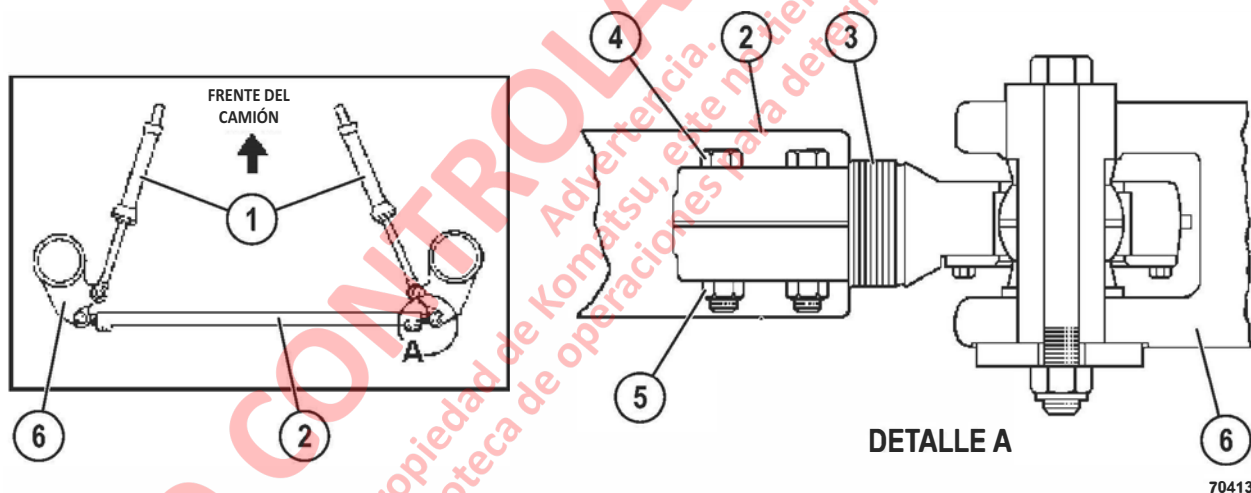

FIGURA 3-16. CONJUNTO DE BARRA DE DIRECCIÓN
- a. Afloje las tuercas de seguridad de la abrazadera (5, Figura 3-16) en la barra de dirección. Gire la barra de dirección según sea necesario para obtener la configuración correcta de convergencia.
5. Apriete las tuercas de seguridad (5, Figura 3-16) a $420 \pm 42 \text{ N}\cdot\text{m}$ ($310 \pm 31 \text{ ft lb}$).
NOTA: Las tuercas de seguridad (5) deben estar instaladas en el mismo lado de la barra de dirección que el retenedor de rodamiento (el lado hacia abajo) como se muestra en la Figura 3-16.